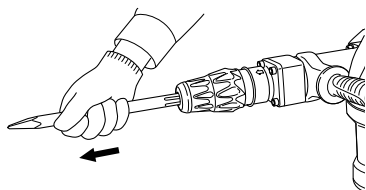

Fig. 3
- (3) Régler la position de la rainure tout en tournant l'outil, et l'insérer encore davantage jusqu'à ce qu'il touche le fond de l'orifice.
- (4) Ramener la poignée (A) sur sa position d'origine, tirer sur l'outil et vérifier qu'il est bloqué à fond. (Fig. 3)